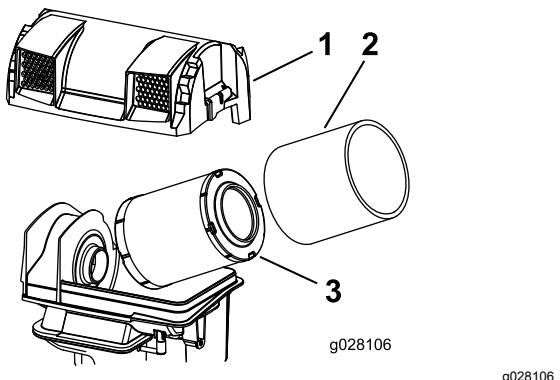

Figura 53
3. Retire los elementos de gomaespuma y de papel (Figura 53).
4. Separe el elemento de gomaespuma del elemento de papel (Figura 53).
2. Instale los elementos en la base del limpiador de aire (Figura 53).